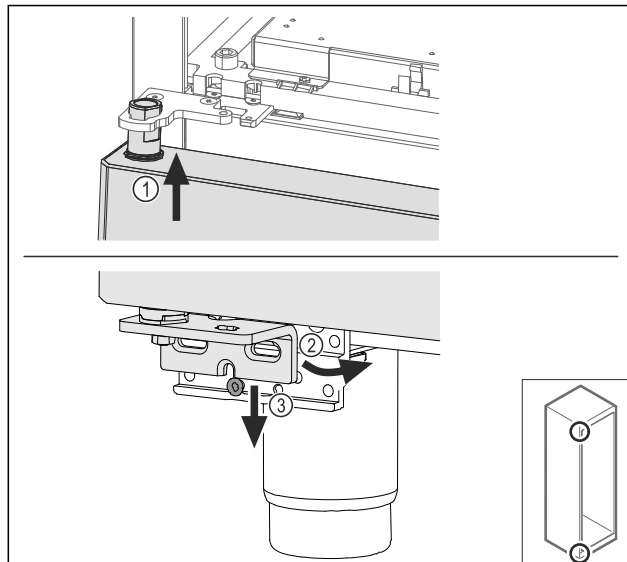

Fig. 68
- Deur iets gekanteld aan de bovenzijde terugplaatsen Fig. 68 (1), deur recht uitlijnen Fig. 68 (2) en aan de onderzijde op de lagerbokschoef Fig. 68 (3) plaatsen.